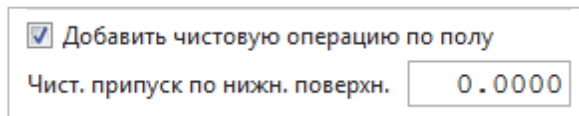

Рис. 3.10. Чистовая обработка по дну
**Раздел чистовой обработки по дну.** В данном разделе устанавливается чистовой припуск на чистовую обработку дна (Рис. 3.10).